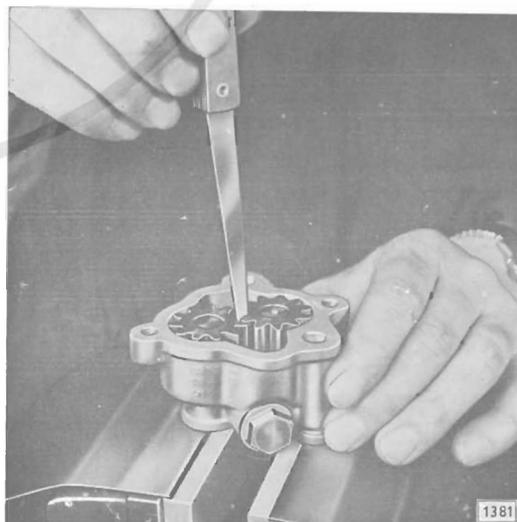

Bild 139 - Flankenspiel des Räderpaares prüfen = **0,10 bis 0,20 mm**
- a) Zahnflankenspiel des Räderpaares mit Fühllehre prüfen. Zulässiges Spiel ist **0,10 bis 0,20 mm** (Bild 139).